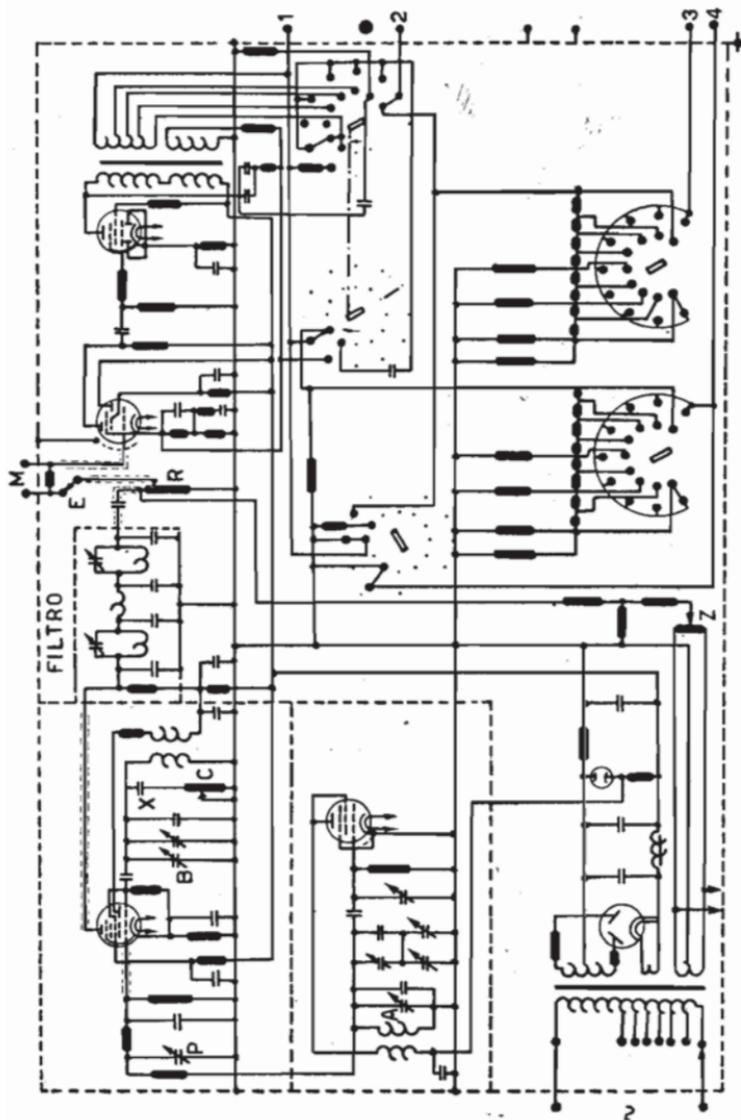

Fig. 243. — Generatore A.F. Philips GM 2307.
*Generatore AF Philips GM 2307, fig. 243.*